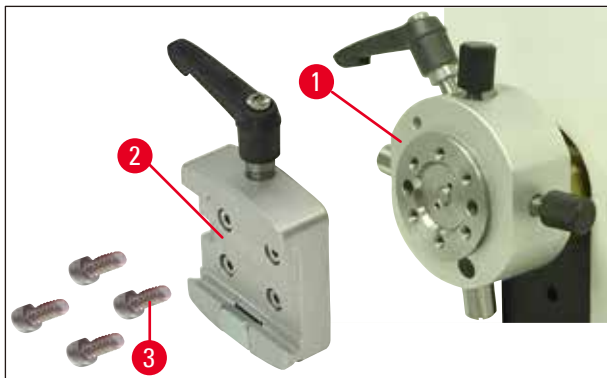

図 9
2. 試料クランプホルダーからダブテール式ソケット(→ 図 9-2)を外します(→ 図 9)。そのためには 4 本のネジ(→ 図 9-3)をサイズ 3 のハンドル付き六角レンチ(→ 図 10-1)で緩め、外します。